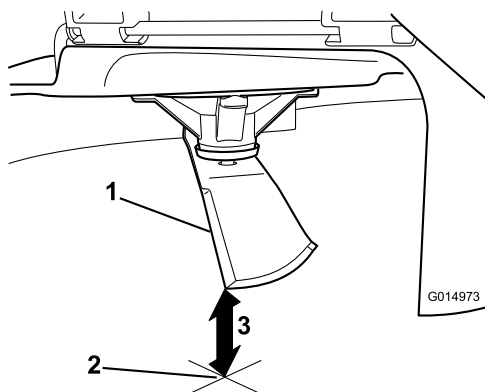

Bild 56
5. Messen Sie von der Messerspitze bis zu ebenen Fläche (Bild 56).